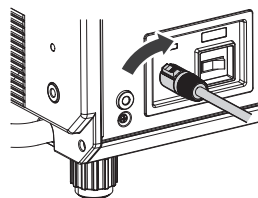

図2
- 2) 電源コードのコネクターを本体側に押し付けながら、「カチッ」と音がするまで時計方向に回す（図2）